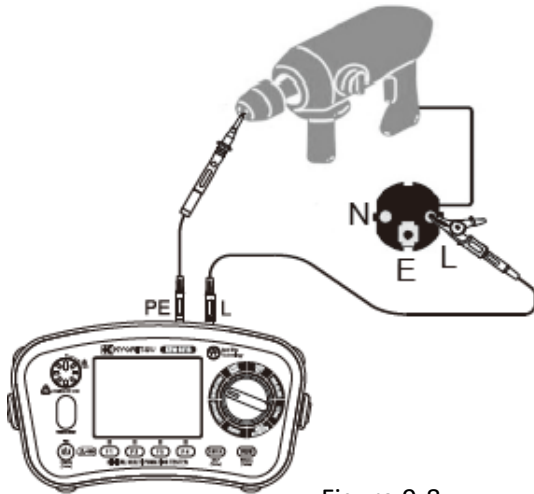

Figure 9-8
(2) Effectuez les connexions comme le montrent les figures 9-8 et 9-9 pour vérifier l'isolation.